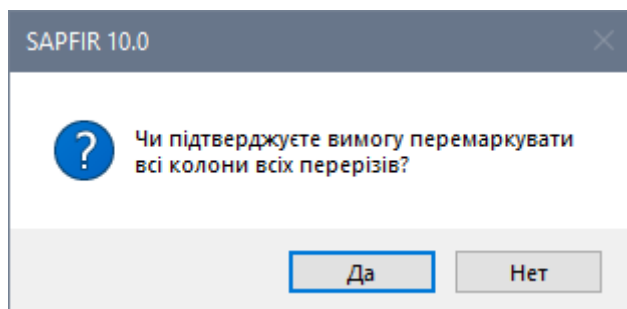

Рис. 27.8. Діалогове вікно **SAPFIR 5.0**
- У діалоговому вікні **SAPFIR 10.0** (рис. 27.8) погодьтеся з пропозицією перемаркувати всі колони всіх перерізів натисканням по кнопці **Так**. В результаті для всіх колон заповниться стовпець **Марка**.